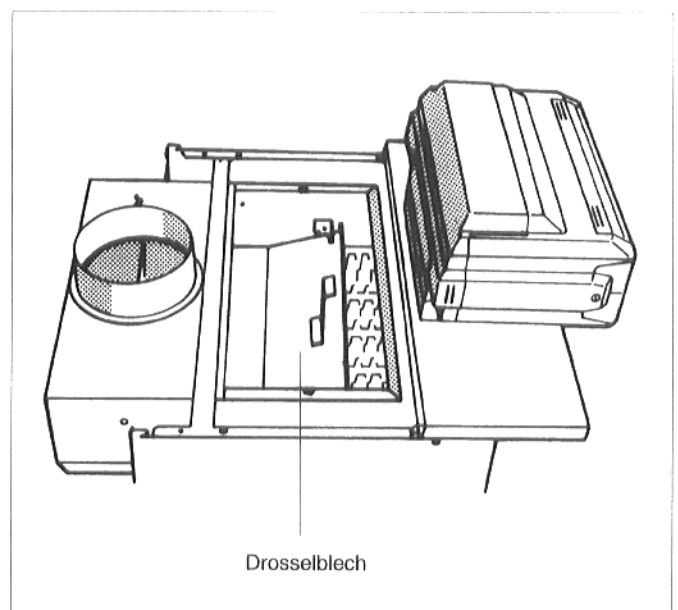

Abb. 20: Drosselblech
- Drosselblech, falls vorhanden, herausnehmen (Abb. 20).